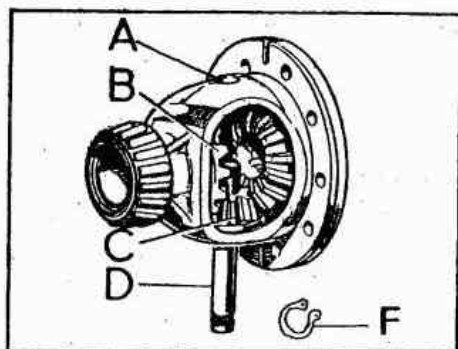

Fig. E -37 Conj. caja de satélites
- 1.10. Extraer el circlip, F (Fig. E -37) de uno de los extremos del eje de satélites, D, y extraer éste, los planetarios, B y los satélites, C.
- 1.11. Desmontar los cojinetes de rodillos, E (Fig. E -37) de la caja de satélites